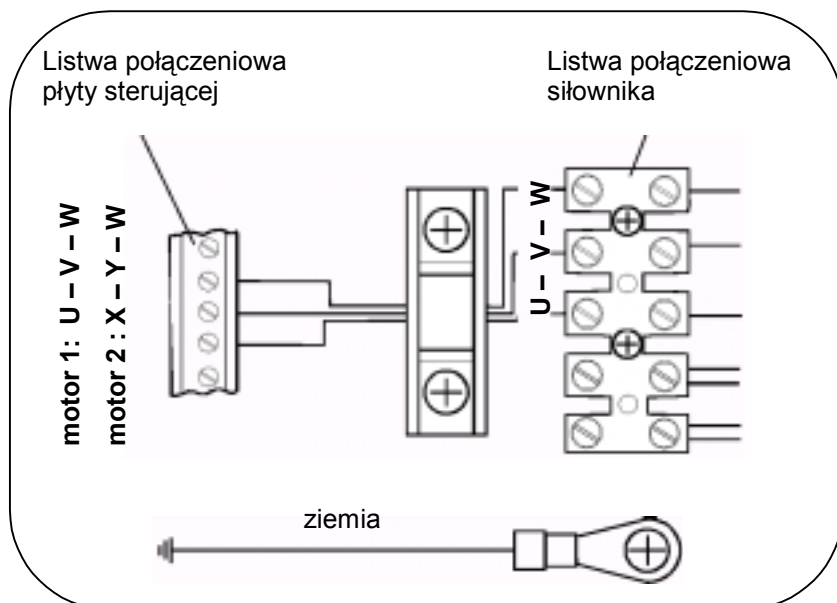

Rys. 2
- Włożyć prostą część ramienia w kolumnę napędową. Nałożyć podkładkę i przymocować śrubą M6 x 20. Połączyć oba ramiona podkładką i śrubą M8 x 16. Zwolnić silnik (przekręcając uchwyt w kierunku wskazywania strzałki) i przymocować zakrzywione ramię do wspornika „A” przy pomocy śruby M12 x 50 i nakrętki M12. Przy mo0ntażu prawostronnym patrz rys. 2.